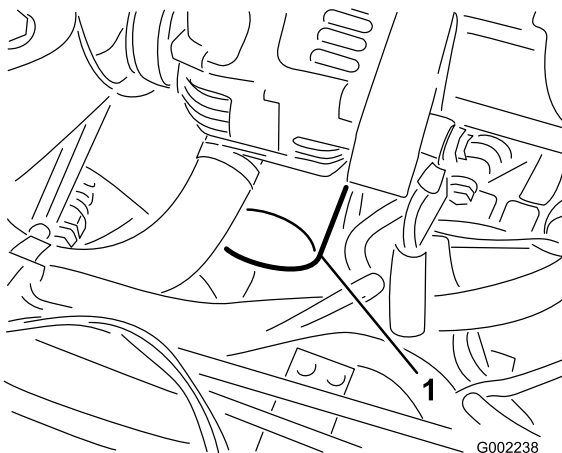

Figura 42
- Retire o filtro do óleo antigo (Figura 42).
dos ponteiros do relógio até que a junta de borracha toque no adaptador do filtro e, em seguida, aperte o filtro mais 1/2 volta (Figura 42).